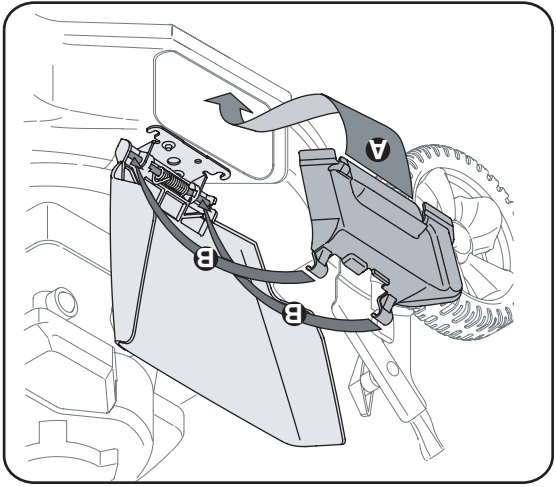

Figure 3-7
7. Si votre tondeuse est équipée d'un déflecteur de déchiquetage en option, installez-le comme à la Figure 3-7.